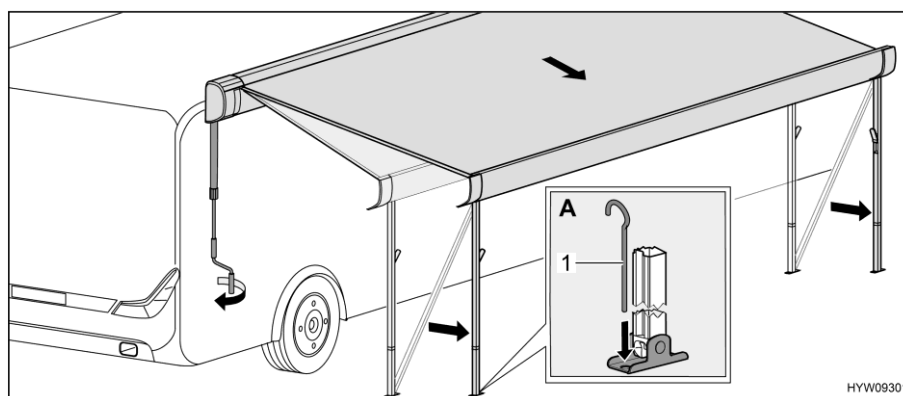

Fig. 45 Placer le store extérieur en position finale
- Fixer les pieds d'appui dans le sol avec des piquets (Fig. 45,1) (Fig. 45,A).